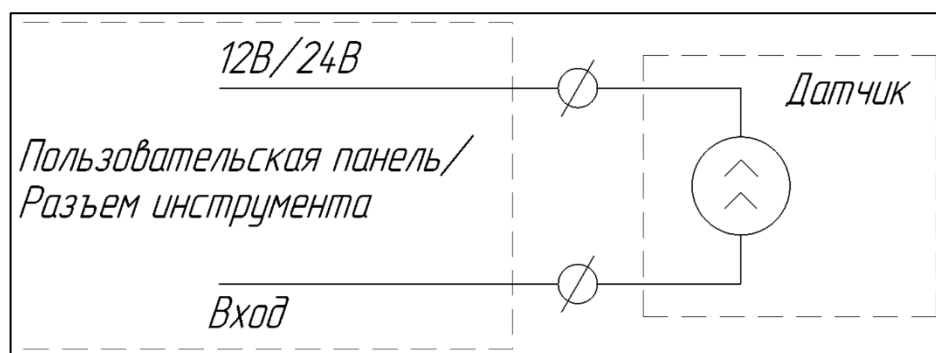

Рисунок I-23 – Схема подключения датчика с выходом типа «токовая петля»
- Подключение датчика с выходом типа «токовая петля» (см. Рисунок I-23).